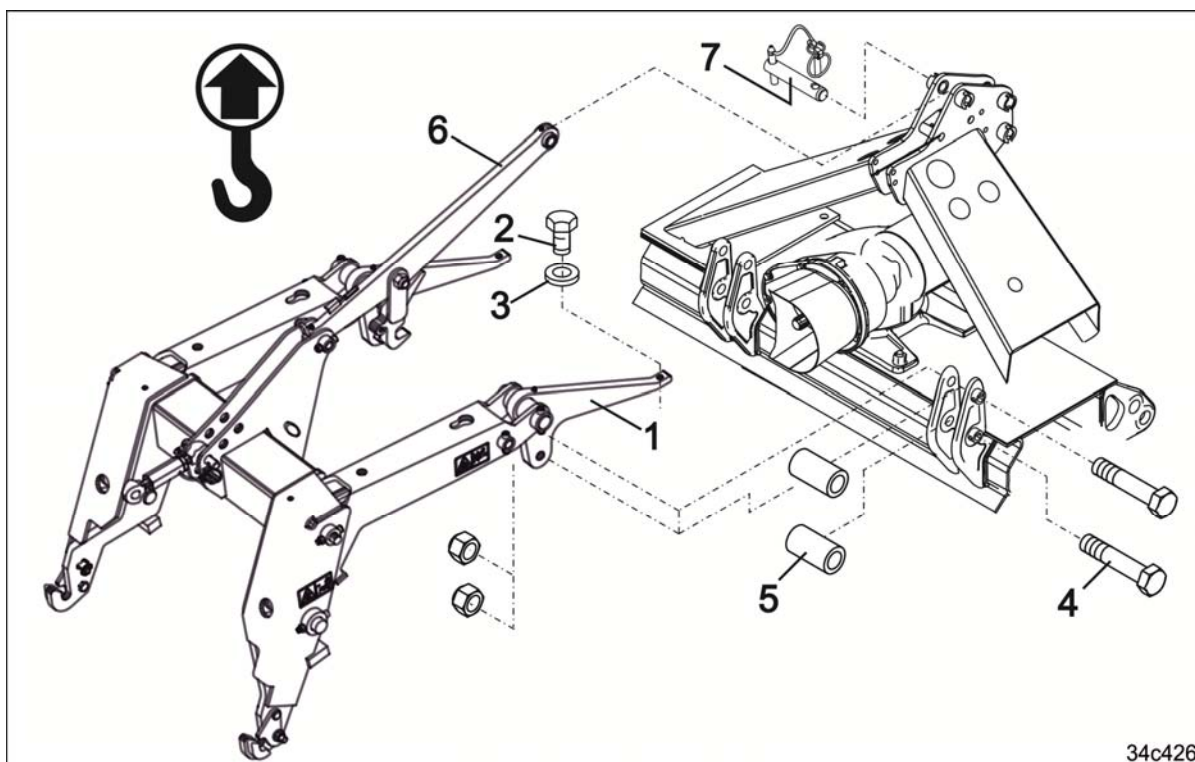

Bild 88
5. Skruva fast bygeln (Bild 88/1) på jordbearbetningsmaskinen med
- o två maskinskravar (Bild 88/2) med brickor (Bild 88/3)
- o 4 skruvar (Bild 88/4) med 4 distanshylsor (Bild 88/5).
6. Fäst toppstången (Bild 88/6) med en bult (Bild 88/7) och säkra med en låssprint.